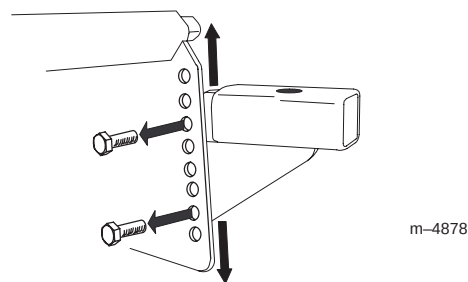

Figure 4
2. Retirez les boulons de fixation des bras sur le cultivateur (Fig. 4).
3. Placez les bras dans le jeu de trous correspondant à la profondeur de travail recherchée (Fig. 4). Elevez les bras pour augmenter la profondeur de travail ; abaissez-les pour la réduire.